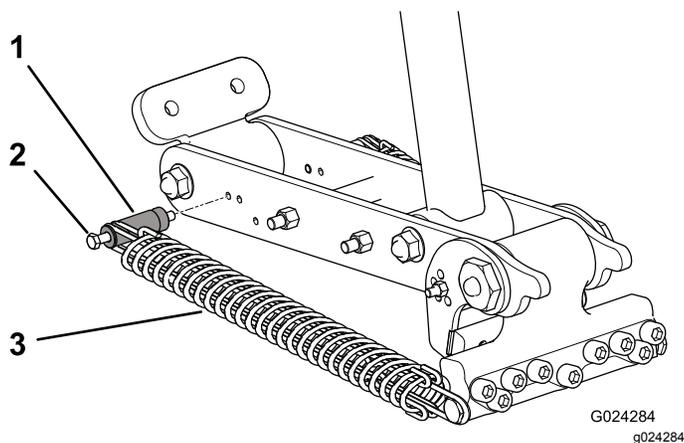
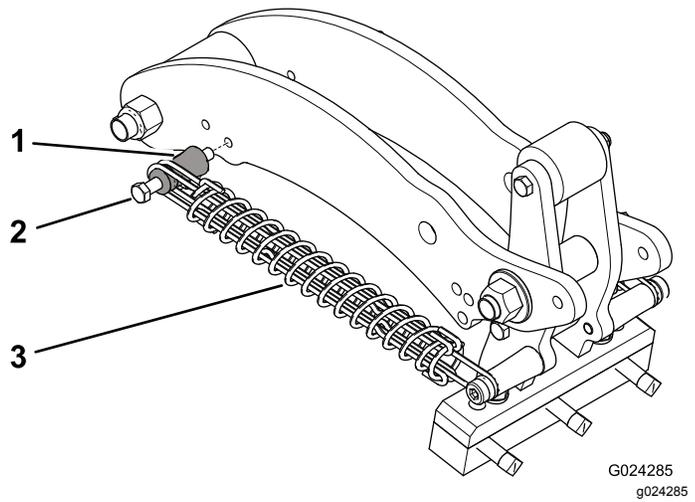

Figura 42
Figura 43
4. Retire la tuerca que sujeta el perno del anclaje del muelle al brazo de acoplamiento (Figura 42 o Figura 43).
5. Retire el perno y el anclaje del brazo de acoplamiento y colóquelos en el otro taladro de ajuste (Figura 42 o Figura 43).